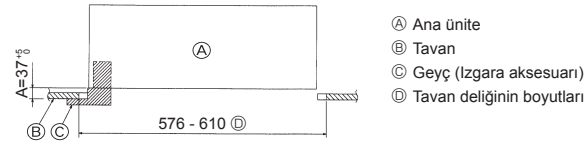

Fig. 2-6
- Ana ünite tavadaki montaj deliğiyle hizalanamıyorsa, montaj levhasındaki bir yarık vasıtasıyla ayarlanabilir. (Fig. 2-6)